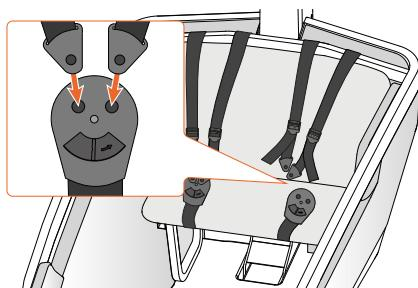

Figure 34 - Bouchez les ceintures..
1. Placez le vélo sur sa béquille ⑩.
4. Insérez les boucles de ceinture dans l'attache, comme indiqué à la figure 34 :